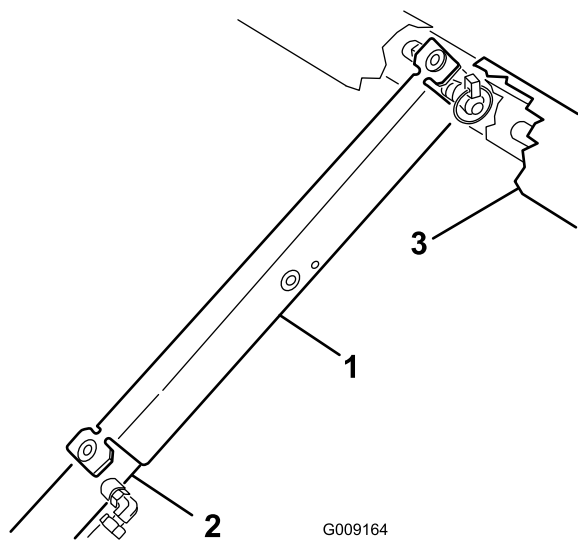

Figura 46
7. Spingete il supporto del pianale sull'asta del cilindro, assicurandovi che le alette alle estremità del supporto poggino sull'estremità della canna del cilindro e sull'estremità dell'asta del cilindro (Figura 46).